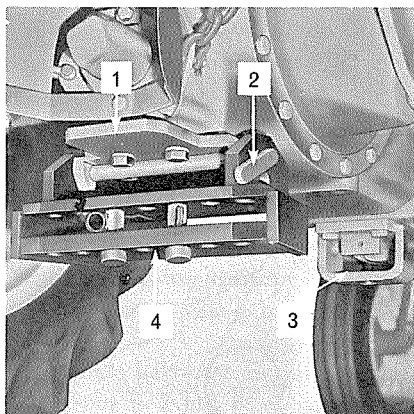

Figure 24g
1. Présenter la chape de débattement de barre d'attelage, ouverture la plus grande tournée vers l'arrière, sur la plaque support prévue à cet effet, et verrouillez la au moyen de l'axe support lui-même verrouillé ensuite avec la goupille rapide, figure 24g.